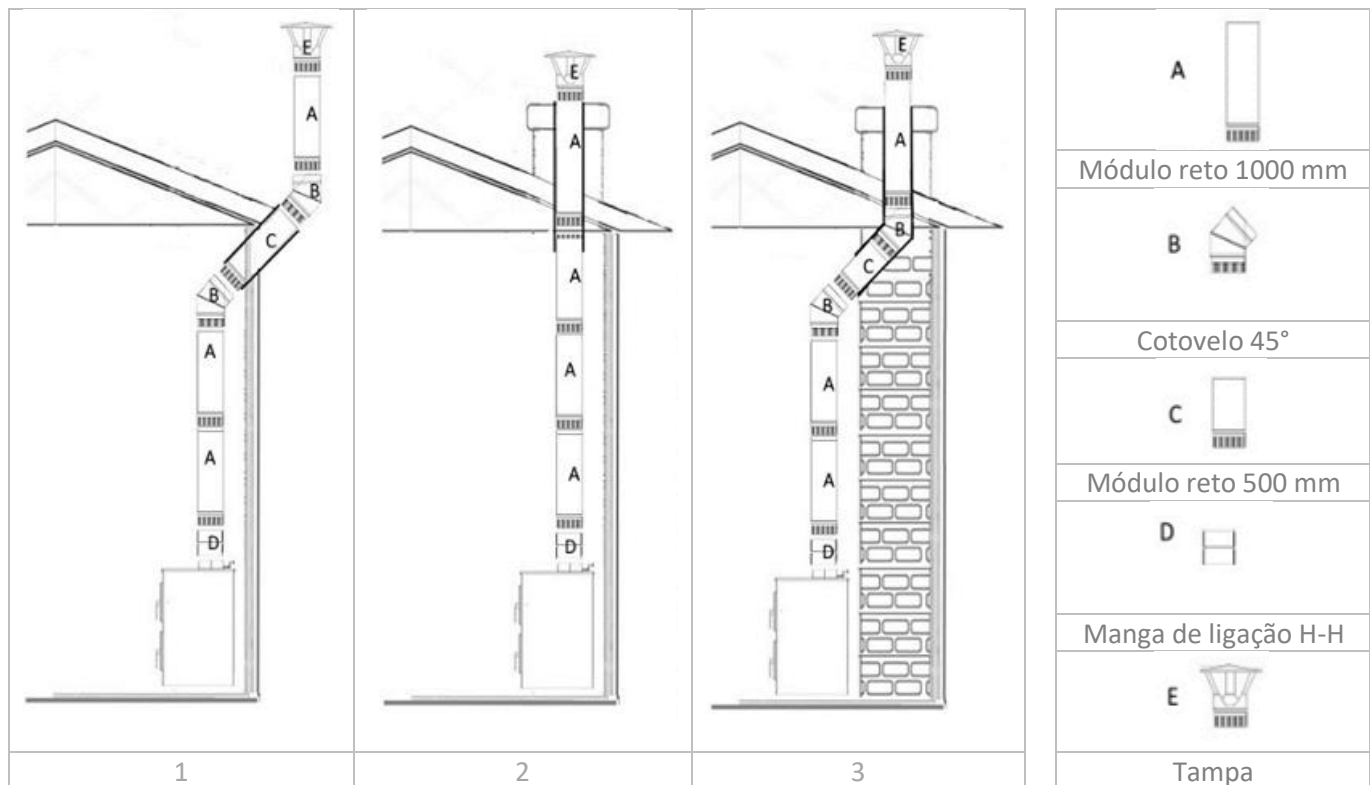

Figura 2
- 3. SECÇÃO VERTICAL (A).** O comprimento total do tubo vertical necessário para atingir o telhado para a tiragem natural (depressão dos gases de combustão) pode variar de instalação para instalação, dependendo de vários fatores, mas geralmente varia de aproximadamente 4 m a 6 m. No entanto, o desempenho ideal é garantido com um vácuo mínimo de aproximadamente  $\pm 15$  Pa (pascal).
- 4. COTOVELOS (B).** Caso sejam necessárias curvas (ver desenhos 1 e 2 na Figura 2), os ductos serão ligados através de cotovelos. Estes podem ter até 45° e não devem ser estreitados. Deve-se ainda considerar o seguinte:
- 5. SECÇÃO HORIZONTAL (C).** A conduta de ligação ou secção horizontal da chaminé deve ser concebida com o menor comprimento possível, evitando ao máximo mudanças de direção e de secção. Para tal, deve-se ter em consideração o seguinte:
- 6. MANGA DE UNIÃO (D).** Para a ligação correta da conduta vertical ao colar de saída de fumos m (macho) do fogão, é necessária uma tomada h/h (fêmea/fêmea) de modo a que a extremidade m (macho da conduta vertical) fique virada para baixo).
- 7. TAMPA DE CHAMINÉ (E).** Para uma evacuação adequada do fumo e para evitar as influências do vento, são necessárias determinadas distâncias mínimas da tampa da chaminé. Veja a figura seguinte: